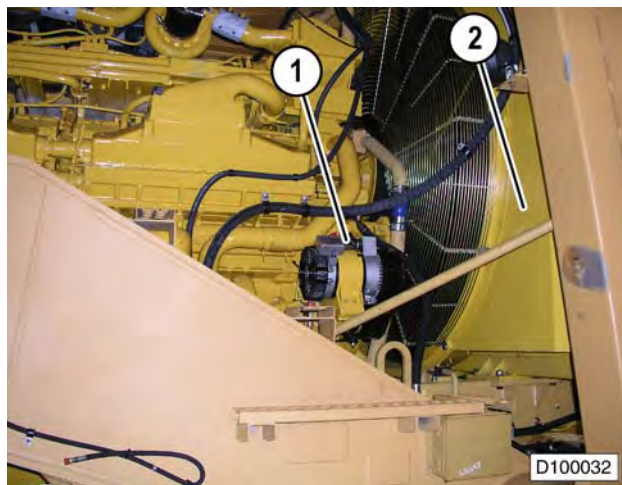

FIGURA 10-17. ALTERNADOR DE CARGA DE LA BATERÍA
Las instrucciones a continuación abordan el desmontaje del alternador (1, Figura 10-17) desde un motor Komatsu. El radiador (2) se desmontó del camión en algunas ilustraciones para mostrar claramente el proceso de desmontaje. Sin embargo, no es necesario desmontarlo para desmontar el alternador.